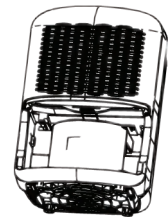

Abb. 11 Ergreifen Sie die Klappe auf dem Filter
- Ergreifen Sie die Klappe auf dem Filter und drücken Sie sie leicht um sie in aus dem Filterhalter herauszunehmen, dann nach unten ziehen um den Filter herauszunehmen. (siehe Abb.11 ~ 13).